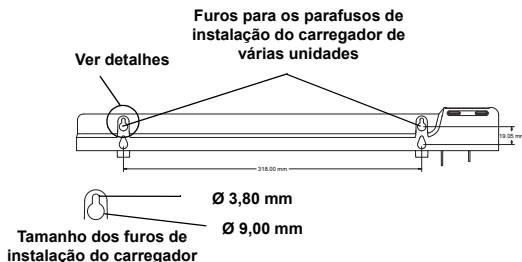

Figure 3: recursos para instalação na parede
2. Meça e marque os furos usando as dimensões mostradas em Figure 3.